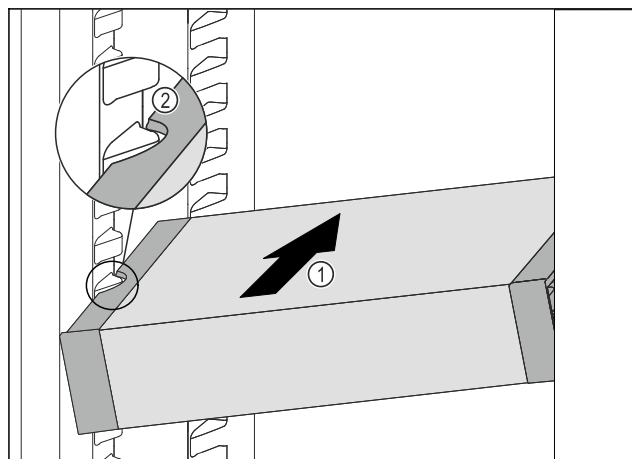

Fig. 105
- VarioSafe schräg in das Kühlteil einschieben Fig. 105 (1), bis sich die seitlichen Aussparungen Fig. 105 (2) des VarioSafes auf Höhe der Behälterrippe im Kühlteil befinden.